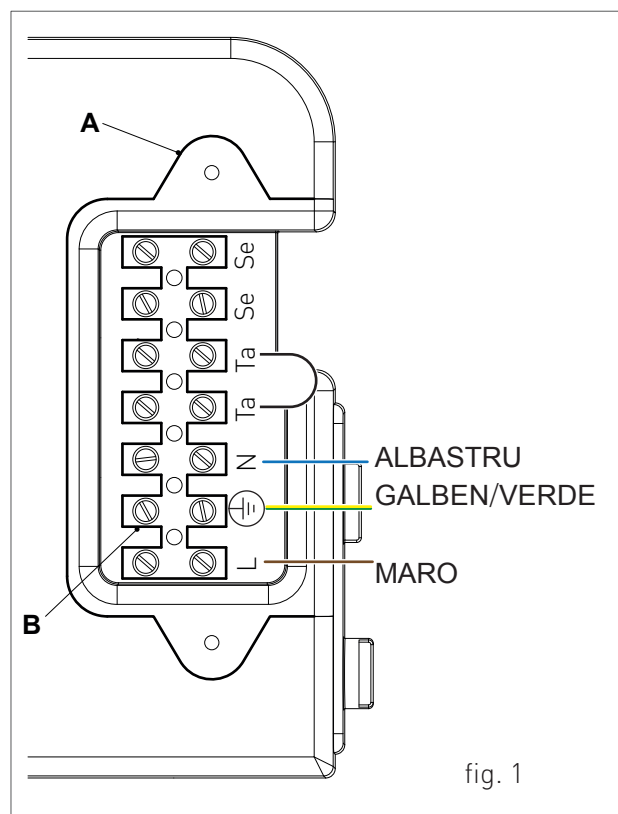

fig. 1
- › Slăbiți cele două șuruburi și scoateți placa „A” (vezi fig. 1).
- › După scoaterea plăcii, conectați cablurile electrice la borna „B” (vezi fig. 1):